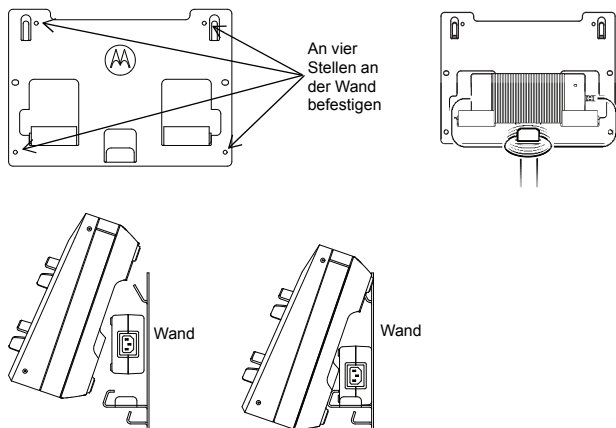

Abbildung 4: Montage des Mehrfachladegeräts an die Wandhalterung
4. Hängen Sie das Mehrfachladegerät wie in Abbildung 4 dargestellt in die Wandhalterung.